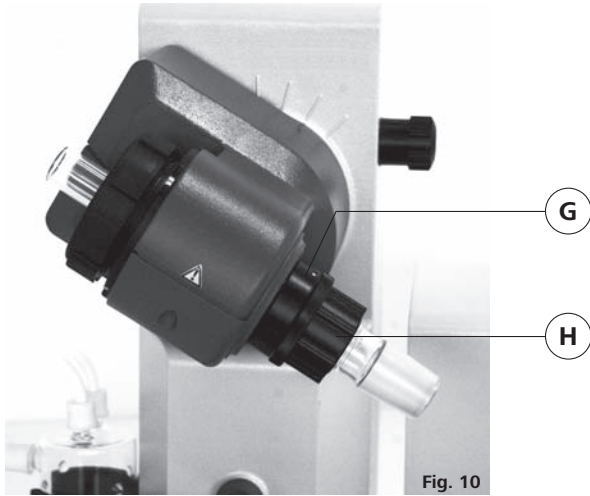

Fig. 10
- ☞ Bloquee a continuación este immobilizador girándolo 60° en el sentido de las agujas del reloj (fig. 10).
La tuerca de plástico (H) sirve como ayuda de empuje para conexiones esmeriladas del matraz (Fig. 10).
- ☞ Sujete el immobilizador (G) y afloje la tuerca de plástico (H).
- ☞ Sostenga el matraz de evaporación fijo y gire la tuerca de plástico (H) hasta el cuello del matraz de evaporación.